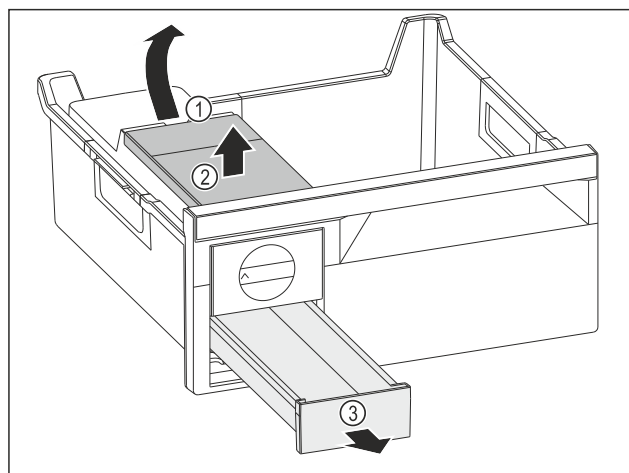

Fig. 110
- ▶ Vyjmutí nádržky na vodu: Zvedněte nádržku na vodu za vybrání Fig. 110 (1).
- ▶ Nádržku na vodu Fig. 110 (2) vyjměte nahoru.
- ▶ Zásuvku na kostky ledu *Fig. 110 (3)* vyjměte dopředu.